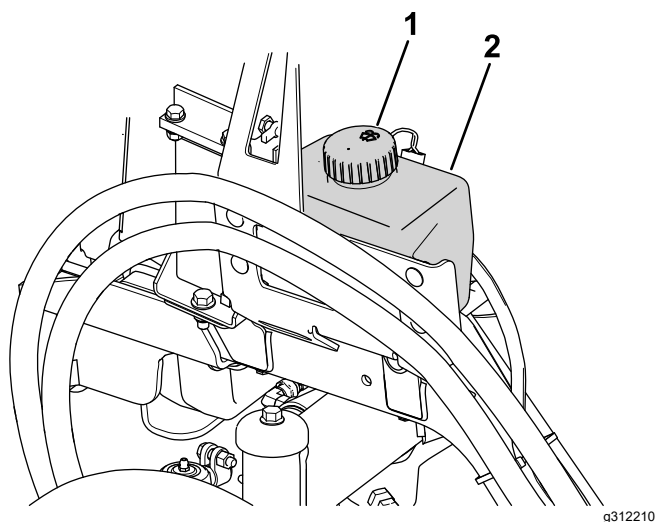

Figura 89
1. Retire el tapón (Figura 89) del depósito.